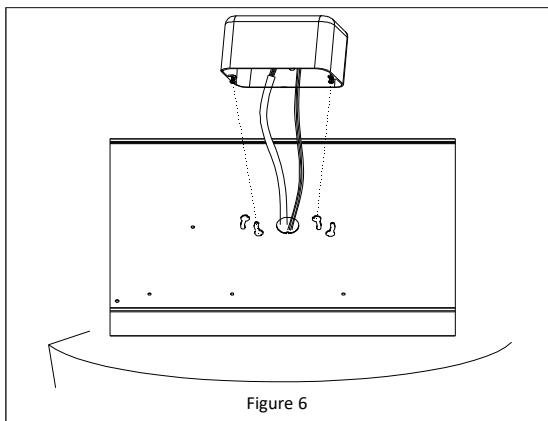

Figure 6
5. Tournez la base du luminaire dans le sens horaire pour le fixer en place. Serrez les petites vis à tête cruciforme et assurez-vous que le luminaire ne bouge pas. **Reportez-vous à la Figure 6.**